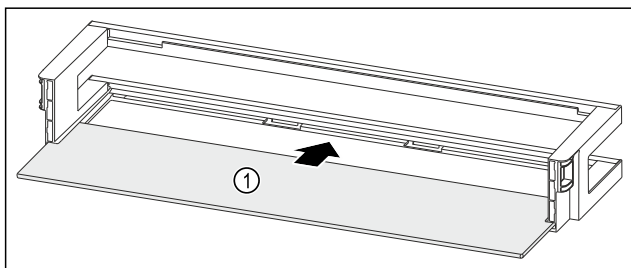

Fig. 230 Дверная полка со съёмной полкой
- ▶ Вдвиньте съёмную полку Fig. 230 (1) в боковые пазы.